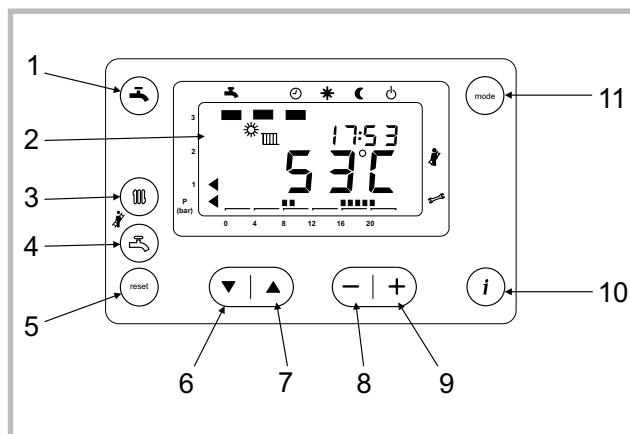

Figure 34 - Tableau de contrôle
Appuyer simultanément sur (🔧) et (🔧) pendant 6 secondes (repère 3 et 4, fig. 34).
• Appuyer sur la touche (▼) (repère 6, fig. 34)
Il est possible de contrôler les allures intermédiaires en ajustant le % à l'aide des touches (+) et (-) (repère 8 et 9, fig. 34).